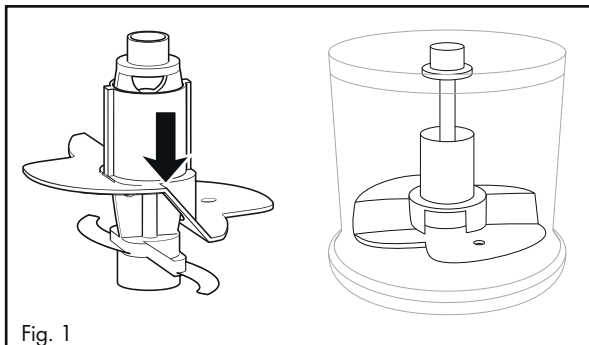

Fig. 1
- For at piske 100 ml fløde skal du sætte piskedelen på knivholderen **5**, så piskedelen **10** sidder på begge knive **7** og går i indgreb (fig. 1):